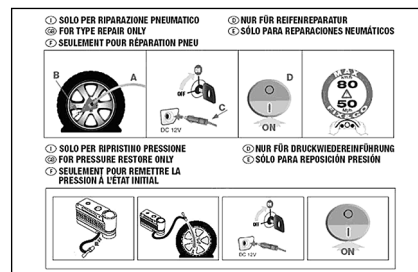

fig. 2
- ☐ un opúsculo (véase **fig. 2**), con las instrucciones para emplear correctamente el kit que luego, deberá entregar al personal que reparará el neumático tratado con el kit de reparación rápida;